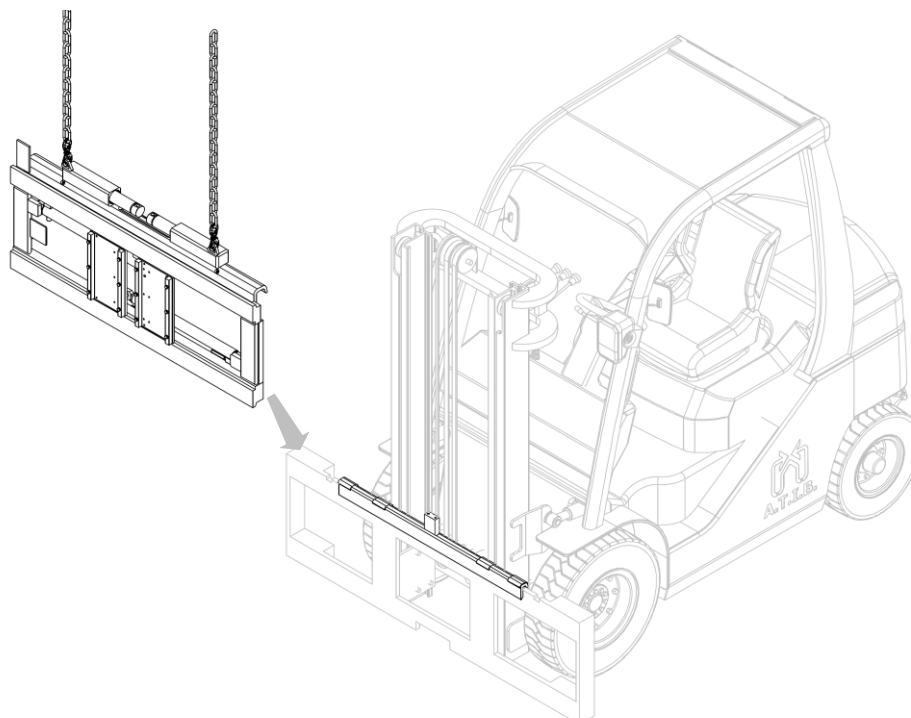

Figura 8
7. Agganciare quindi l'attrezzatura dai punti presa superiori e con un carroponete o un paranco di portata sufficiente posizionarla sul doppio gancio, avendo cura di posizionarla in modo corretto (vedi *Figura 8*).